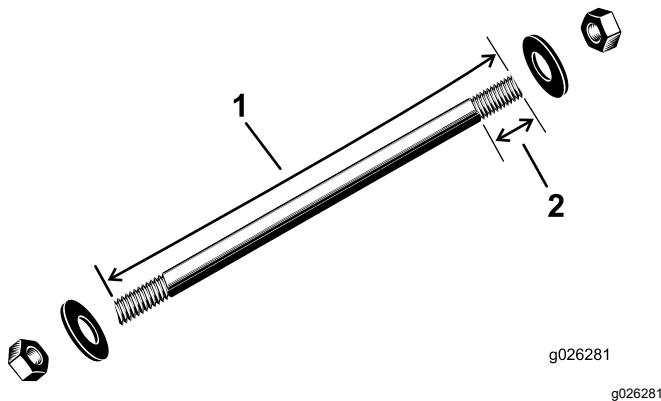
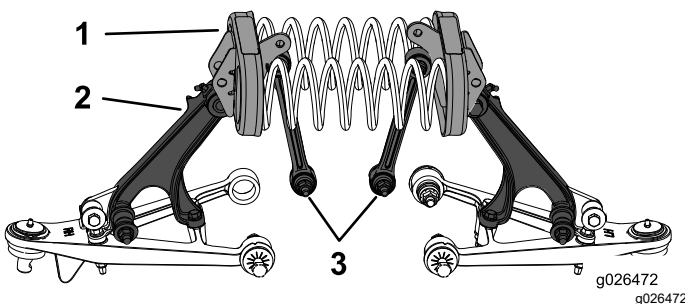

Figura 17
Figura 18
1. Usando una herramienta para muelles de compresión, según lo indicado en Figura 17, instale la varilla del muelle de compresión a través de los taladros de cada uno de los soportes del muelle (Figura 18).